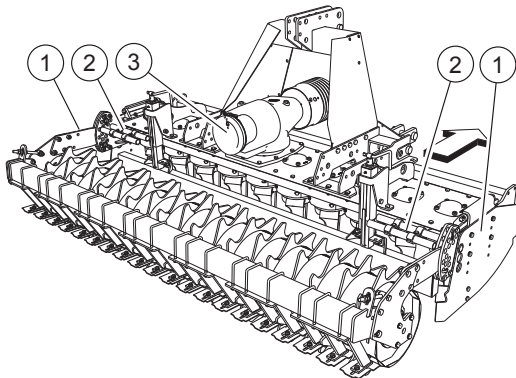

FIG. 21
- Seitlicher Schutzscharnier (1, "Fig. 21").
- Schutzvorrichtung gegen den Zugang des Werkzeugbereiches (2, "Fig. 21").
- Zapfwellenschutz hintere Seite (3, "Fig. 21").